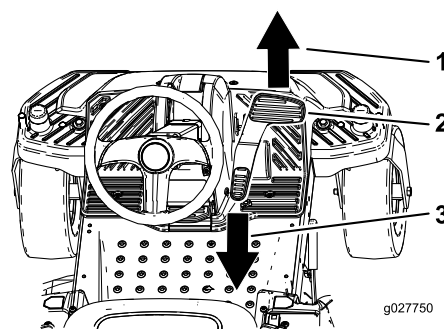

Figura 20
3. Premete lentamente il pedale di controllo della trazione, sulla parte superiore per spostarvi in avanti o sulla parte inferiore per spostarvi indietro (Figura 20).